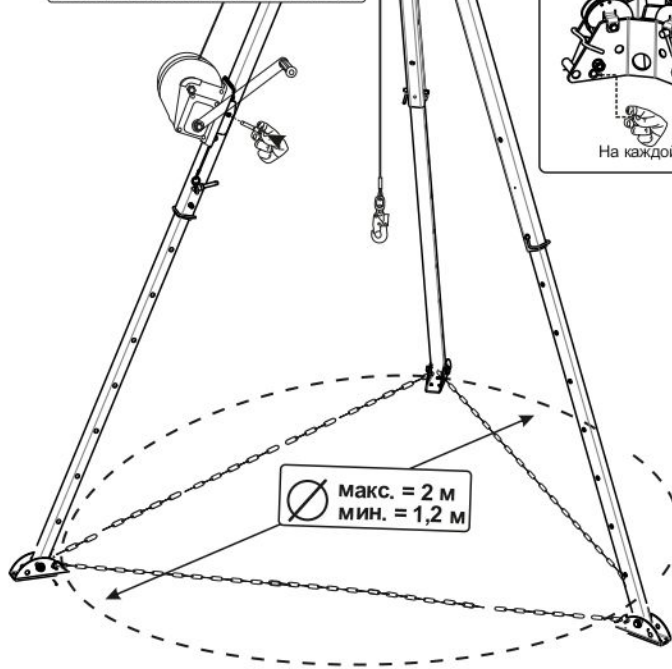

Рис. 3. Фиксация опор
**Внимание!** Необходимо зафиксировать положение опор для предотвращения возможного изменения положения штатива-треноги в процессе использования, в т.ч. при помощи дополнительных элементов (рис. 3, 5). Наибольшая надежность конструкции достигается при установке на горизонтальной поверхности (рис. 8).
Положите анкерное устройство на плоскую твердую поверхность, выньте фиксирующие штифты и выдвиньте опоры на необходимую длину, после чего зафиксируйте их положение штифтами (рис. 5). Приведите анкерное устройство в вертикальное положение, раздвиньте опоры и зафиксируйте их штифтами (рис. 3).